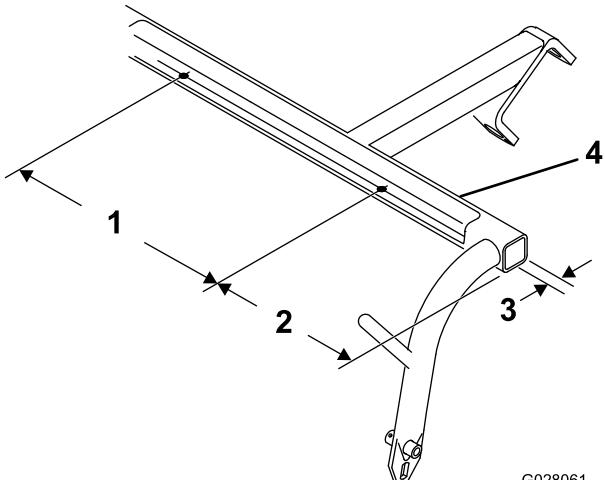

Figura 2
- Utilizando as dimensões indicadas na Figura 2, faça dois orifícios com um diâmetro de 5,6 mm no lado inferior de cada tubo cruzado do braço de tração.